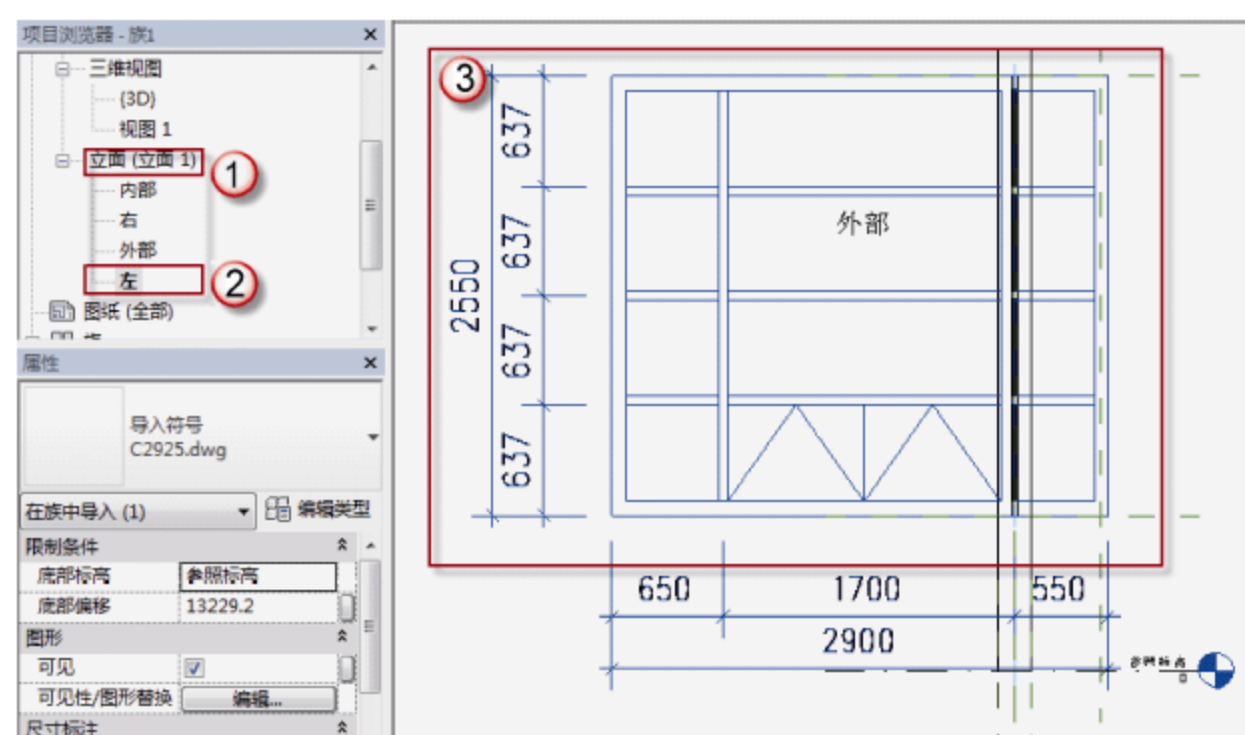

图 7.1.21 导入转角处 CAD 模板
(19) 绘制转角后的窗户。选择“项目浏览器”中的“立面(立面1)”→“左”选项,可以进入C2925的左立面视图,选择“插入”→“导入CAD”命令,弹出“导入CAD格式”对话框,选择“C2925.dwg”文件,将“导入单位”改为“毫米”,单击“打开”按钮。调整CAD图形,选定导入的“C2925.dwg”CAD图形,按快捷键M+V,将“C2925.dwg”的导入CAD图形移动至如图7.1.21所示位置。